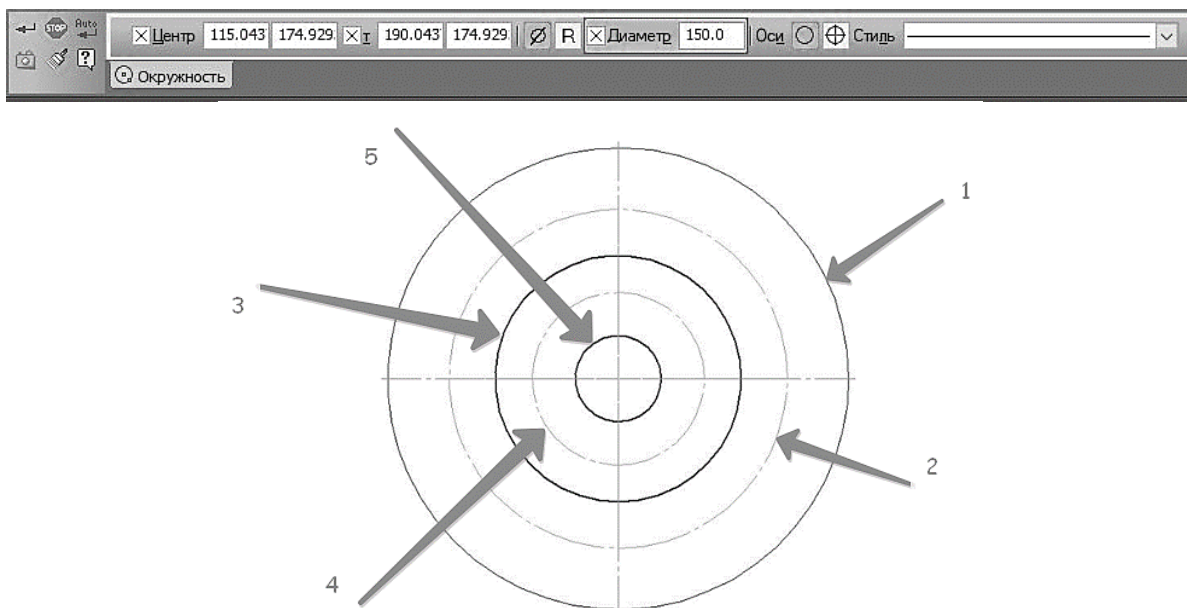

Рис. 17. Построение окружностей
- диаметр 150; стиль линии – тонкая; окружность с осями. ЛКМ **Создать объект** (1, рис. 17);
- диаметр 110; стиль линии – осевая. ЛКМ **Создать объект** (2, рис. 17);
- диаметр 80; стиль линии – основная. ЛКМ **Создать объект** (3, рис. 17);
- диаметр 56; стиль линии – осевая. ЛКМ **Создать объект** (4, рис. 17);
- диаметр 28; стиль линии – основная. ЛКМ **Создать объект** (5, рис. 17).